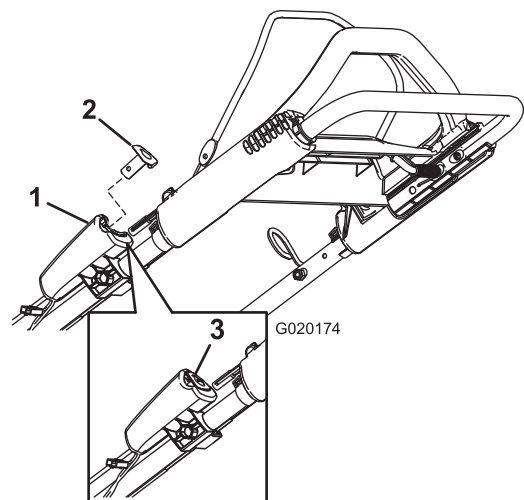
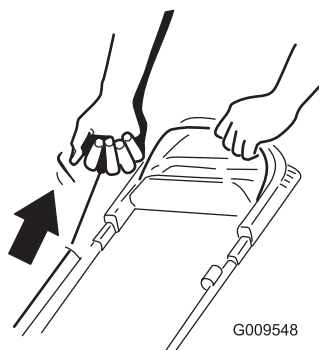

Figure 18
Figure 19
2. Appuyez sur le bouton de démarrage électrique (modèle à démarreur électrique uniquement; voir Figure 18) ou tirez la poignée du lanceur (Figure 19).
Remarque: Si le bouton de démarrage électrique a été retiré, insérez-le dans le démarreur électrique; voir Figure 18 (modèle à démarreur électrique uniquement).
vigoureusement (Figure 19). Laissez le lanceur se rétracter lentement jusqu'à la poignée.